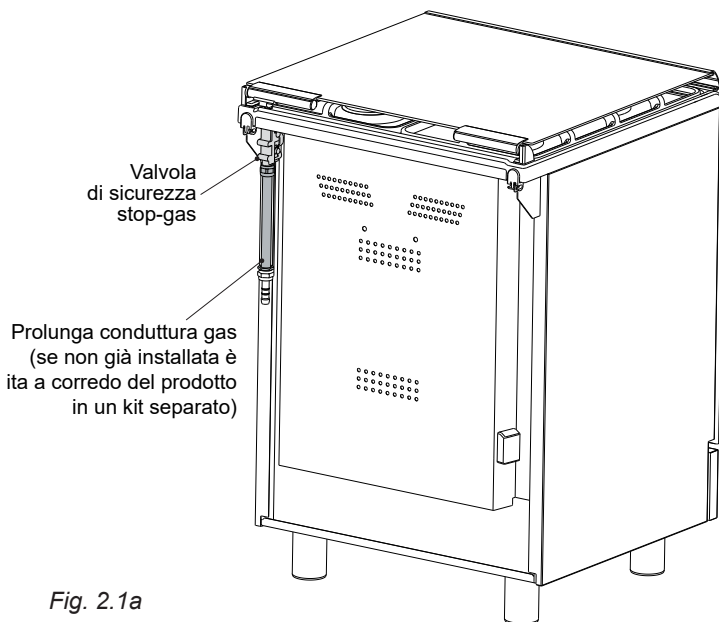

Fig. 2.1a
- Il collegamento va eseguito sul retro della cucine (fig. 2.1a), nella parte sinistra; il tubo non deve attraversare la cucine.